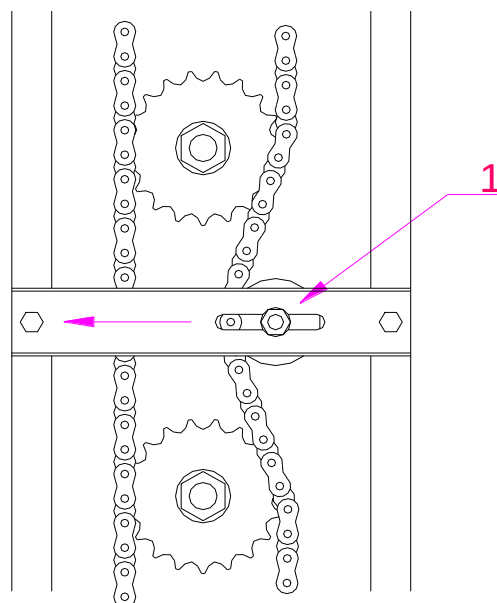

Abbildung 9
- Lockern sie nur leicht die Schraube (1) **Abb.9** und verschieben Sie den Spanner nach Links. Wenn die Kette nun gestrafft ist, fixieren Sie den Spanner, indem Sie die Schraube anziehen (1).